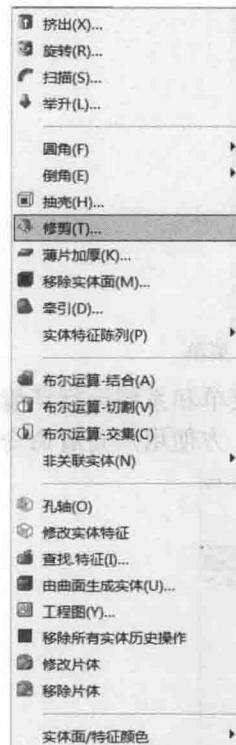

图 1-8 “实体管理器”菜单
(6) 实体管理器 使用拉伸、旋转、扫描等各种方法进行实体的创建和修整，如图 1-8 所示。